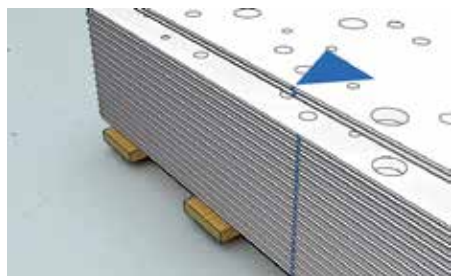

Figura 1
- Utilizzare il segno blu presente su uno dei lati minori o la marcatura posta sul retro delle lastre per stabilire una direzione di posa: tutti i segni blu devono essere orientati nella stessa direzione (Figura 1).